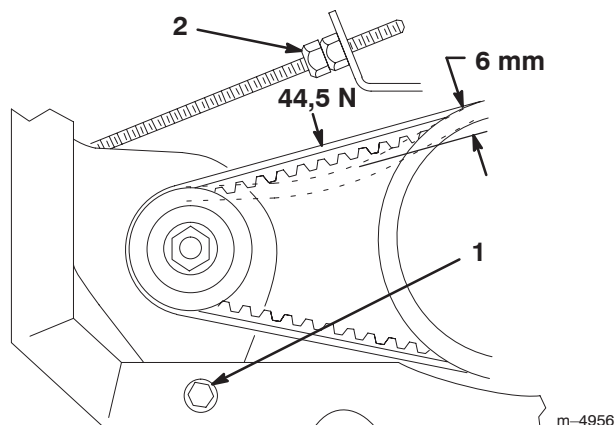

Figure 37
2. Desserrez le boulon pivot de l'alternateur du démarreur (Fig. 37).
3. Vissez plus ou moins l'écrou de blocage sur la tige du démarreur (Fig. 37) jusqu'à ce que la courroie présente une flèche de 6 mm lorsqu'elle subit une force de 44,5 N.
4. Serrez le boulon pivot de l'alternateur du démarreur (Fig. 37).